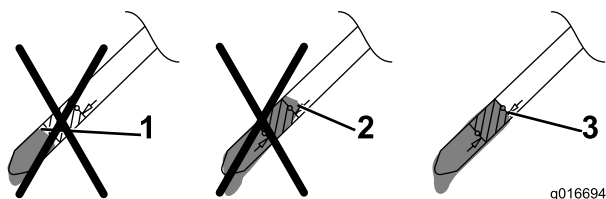

Рисунок 35
11. Выньте щуп и проверьте уровень масла по щупу, см. Рисунок 35.
- Если уровень масла слишком низкий, **медленно** залейте небольшое количество масла в маслозаливную горловину и повторите действия 9 – 11, чтобы масло достигло требуемого уровня, как показано на Рисунок 35.